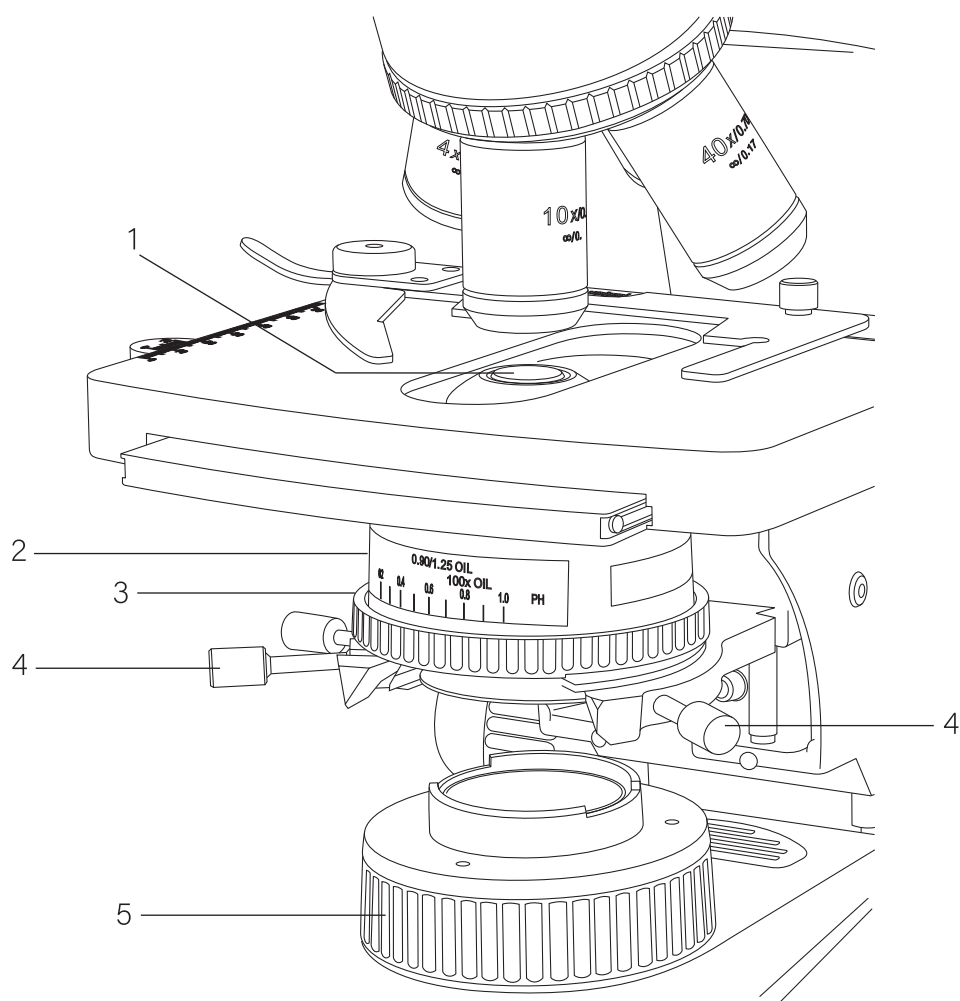

Рис. 10.
- Кольцом 5 (рис. 10) полностью раскройте полевую диафрагму осветителя Кёлера.
- Кольцом 3 (рис. 10) полностью раскройте апертурную диафрагму конденсора.
- С помощью центрировочных винтов конденсора 4 (рис. 10) приведите изображение диафрагмы в центр поля зрения (рис. 11b).
- Наблюдая выходной зрачок объектива, раскройте апертурную диафрагму 3 (рис. 10) примерно на $2/3$ выходного зрачка объектива.